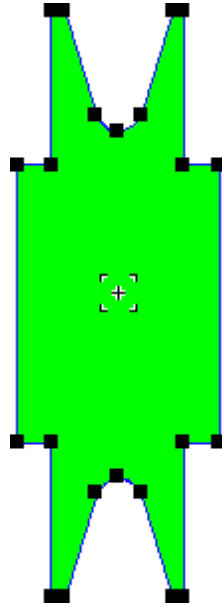

Рисунок 9.
- Убедитесь, что объект был действительно создан. Щелкните внутри контура — заливка будет выделена цветом (рис. 9)